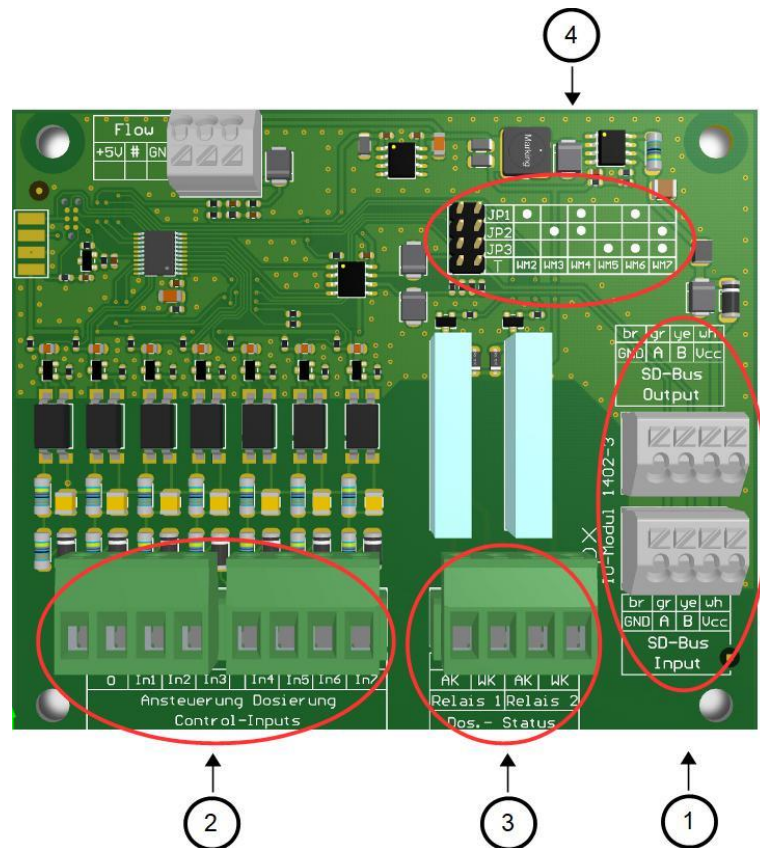

Abbildung 3: MPX-I/O-Modul, Leiterplatte mit Anschlussbereichen
Abbildung 3 gibt einen Überblick, wo die entsprechenden Klemmen für die verschiedenen Anschlussbereiche auf der Leiterplatte zu finden sind.
Die SD-Bus-Leitung muss an beiden Enden terminiert (=abgeschlossen) werden. Dies geschieht dadurch, dass an beiden Enden der Busleitung ein Widerstand mit dem Wert 120 Ohm an den beiden Datenleitungen A und B des Busses angeschlossen wird. Bei SD-Busgeräten ist der 120 Ohm-Abschlusswiderstand bereits auf der Leiterplatte bestückt, die Verbindung zwischen den beiden Datenleitungen A und B wird durch das Stecken eines Jumpers auf dem in der Regel mit T (=Terminierung) gekennzeichneten Jumperstecker hergestellt (siehe ④ in Abbildung 3). Die Terminierung darf nur an den Geräten an den beiden Enden der Busleitung, nicht an Geräten zwischen den Enden und nicht an Geräten mit einer Stichleitung vorgenommen werden.